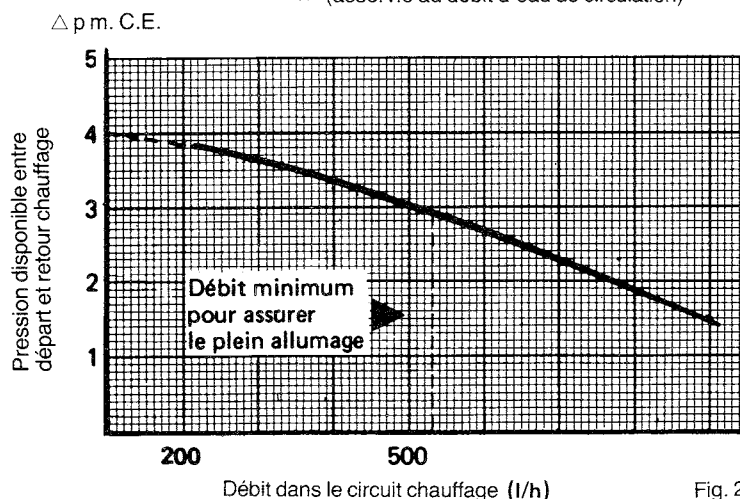

Fig. 2
- Pompe : caractéristiques débit/pression disponible (voir courbe fig. 2 ci-dessous)